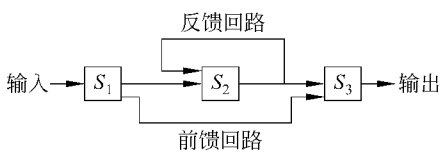

图 3.3 非线性流水线结构
(2) 按是否为线性,可分为两种。
- ① 线性流水线(linear pipeline) 它是指每个功能模块只有一数据通过的流水线。
- ② 非线性流水线(non linear pipeline) 它是指某些模块有反馈回路或前馈回路的流水线,如图 3.3 所示。